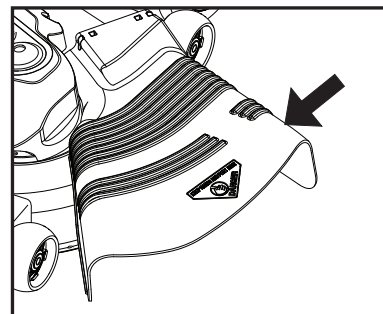

Fig. 14
**PRECAUCIÓN:** No opere la segadora sin, ya sea, el recogedor de césped completo en las segadoras así equipadas o con la protección contra la descarga en su lugar (Vea Fig. 14).